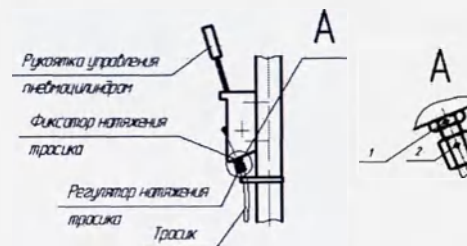

Рисунок 3. Регулировка срабатывания с помощью изменения натяжения тросик
5.3. Ежедневно проверять работу механизмов трансформации верхней части рамы 3 с панелями. При необходимости, в случае отсутствия опускания верхней части рамы с панелями под нагрузкой при нажатии на ручку пневмоцилиндра 5 производить регулировку срабатывания пневмоцилиндра с помощью изменения натяжения тросика (см. рисунок 3) в следующей последовательности: